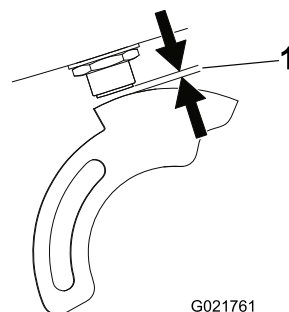

Figura 15
- Utilizando as porcas de retenção, ajuste o interruptor de proximidade para cima ou para baixo até que a folga entre o êmbolo do interruptor e a placa do sensor seja de 3,8 a 4,3 mm (Figura 15).